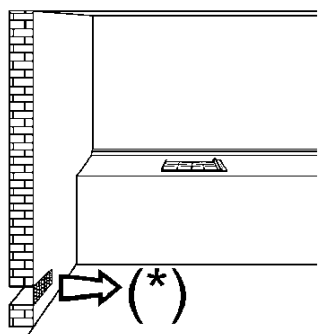
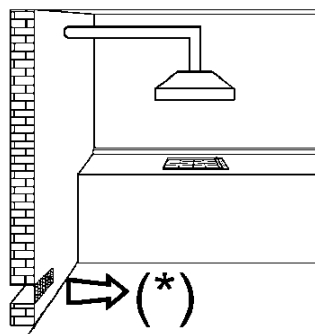
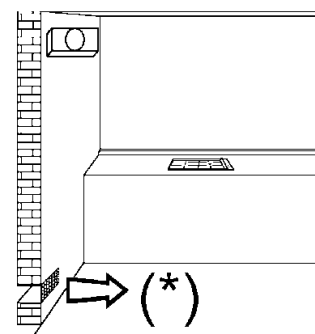

FIG. 3
FIG. 4
FIG. 5
- a utilização dum aparelho de cozinhar a gás produz calor e humidade no local onde está instalado, portanto, é necessário garantir uma boa ventilação do local, mantendo as aberturas da ventilação natural desobstruídas (fig. 3) e activando o dispositivo de ventilação mecânica (ver. fig. 4 e fig. 5).
Para que o aparelho funcione correctamente, é indispensável que o local de instalação seja permanentemente ventilado. A quantidade de ar necessária é a exigida pela combustão regular do gás e pela ventilação do local, cujo volume não poderá ser inferior a 20 m3. O ar deve entrar naturalmente por via directa através de aberturas permanentes, que atravessam a parede do local a ventilar, alcançando o lado exterior com uma secção mínima de 100 cm2 (veja fig. 3).
Os aparelhos para cozinhar a gás devem sempre libertar os produtos da combustão por meio de exaustão ligada a chaminés ou directamente ao exterior (veja fig. 4). Caso não exista a possibilidade de aplicação de exaustão, admite-se o uso de um ventilador eléctrico instalado na janela ou numa parede que dê para o exterior, o qual deverá funcionar junto com o aparelho (veja fig. 5), desde que a Norma em vigor em matéria de ventilação seja respeitadas.